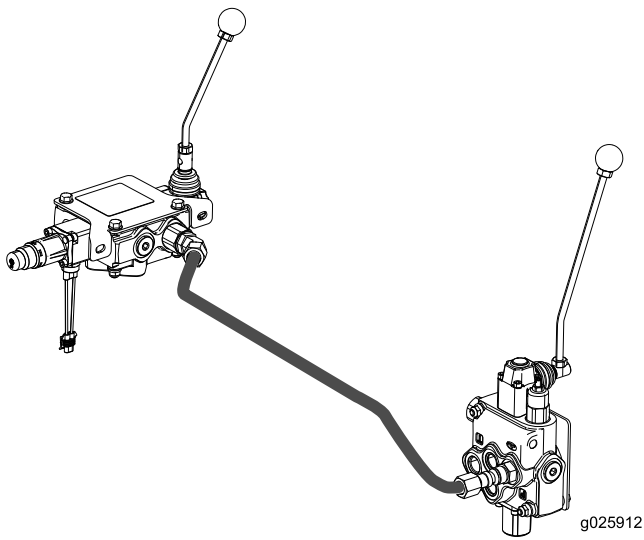

Figure 26
4. Branchez un tube hydraulique entre l'orifice ouvert sur le distributeur de la trancheuse au distributeur du système Hydra-Borer, comme montré à la Figure 26.